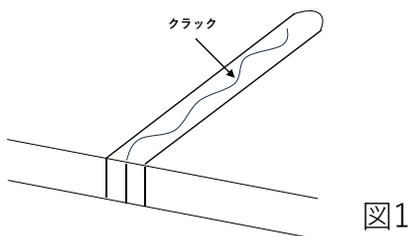

図1
- ・ 損傷部分をその形状に応じ、丸い穴やコーナーを丸くした形状に取り除きます。(図1)